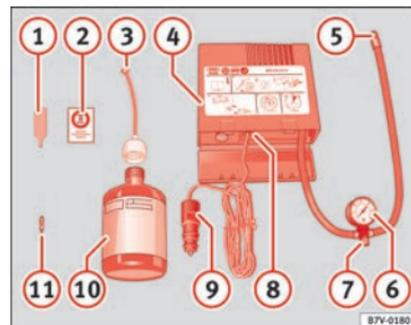

Abb. 48 Prinzipdarstellung: Bestandteile des Pannensets
- Ventilkappe und Ventileinsatz vom Reifenventil abschrauben. Verwenden Sie den Ventileinsatzdreher » Abb. 48 ① zum Heraus-schrauben des Ventileinsatzes. Legen Sie den Ventileinsatz auf einem sauberen Untergrund ab.
- Reifendichtmittelflasche kräftig schütteln » Abb. 48 ⑩.
- Schrauben Sie den Einfüllschlauch » Abb. 48 ③ auf die Dichtmittelflasche. Die Folie am Verschluss wird automatisch durchstoßen.
- Verschlussstopfen vom Einfüllschlauch » Abb. 48 ③ entfernen und das offene Ende ganz auf das Reifenventil stecken.
- Ventileinsatz mit dem Ventileinsatzdreher » Abb. 48 ① wieder in das Reifenventil schrauben.
- Reifenfüllschlauch » Abb. 48 ⑤ des Luftkompressors fest auf das Reifenventil schrauben.
- Prüfen, ob die Luftablassschraube » Abb. 48 ⑦ zuge dreht ist.
- Stecker » Abb. 48 ⑨ in die 12 Volt-Steckdose des Fahrzeugs stecken » Seite 130.
- Luftkompressor mit dem EIN- und AUS-Schalter » Abb. 48 ⑧ einschalten.